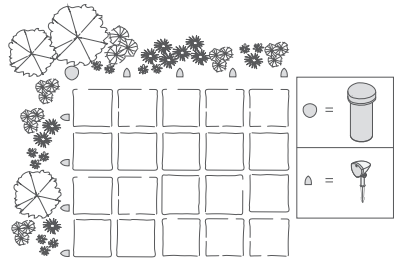

Figure 1
- Associé aux enceintes satellites LS-400 Definitive Technology (voir Figure 1)